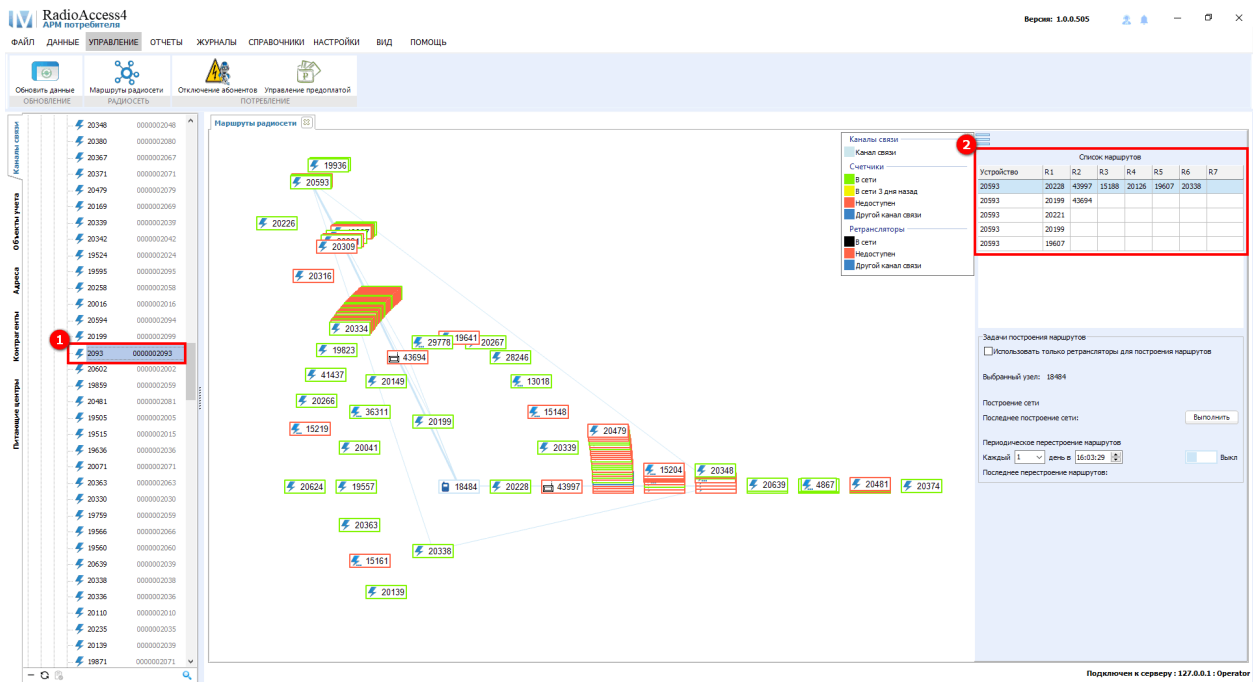

Рисунок 138 – Список маршрутов к выбранному устройству
При выборе конкретного устройства в дереве **Каналы связи** (1) (см. рисунок 138) можно увидеть все маршруты к выбранному устройству (2), при этом на графике выделенной линией будет отображен основной маршрут, который используется для связи с данным прибором, остальные линии являются альтернативными маршрутами.